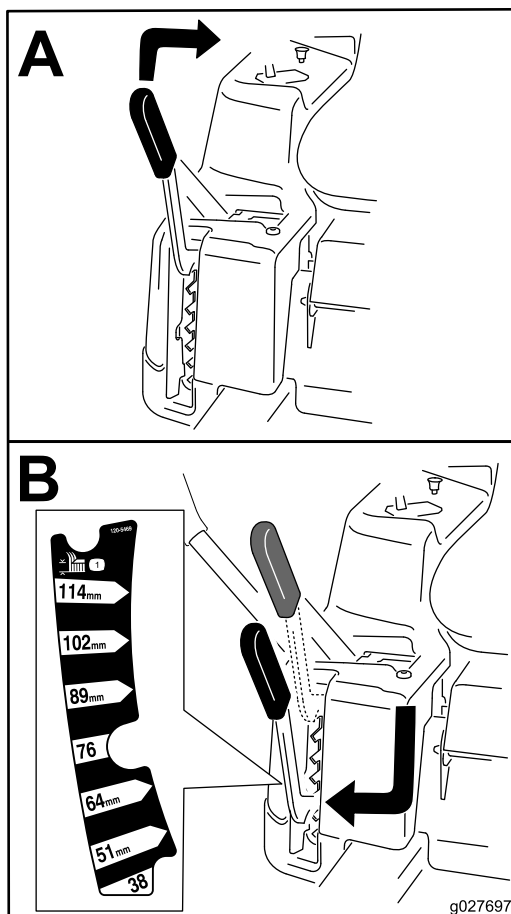

Figura 28
**Nota:** La posizione di trasferimento è la posizione dell'altezza di taglio superiore o pari a 115 mm, come illustrato nella Figura 28.
L'altezza di taglio è controllata dalla leva situata a destra della posizione operativa (Figura 28).